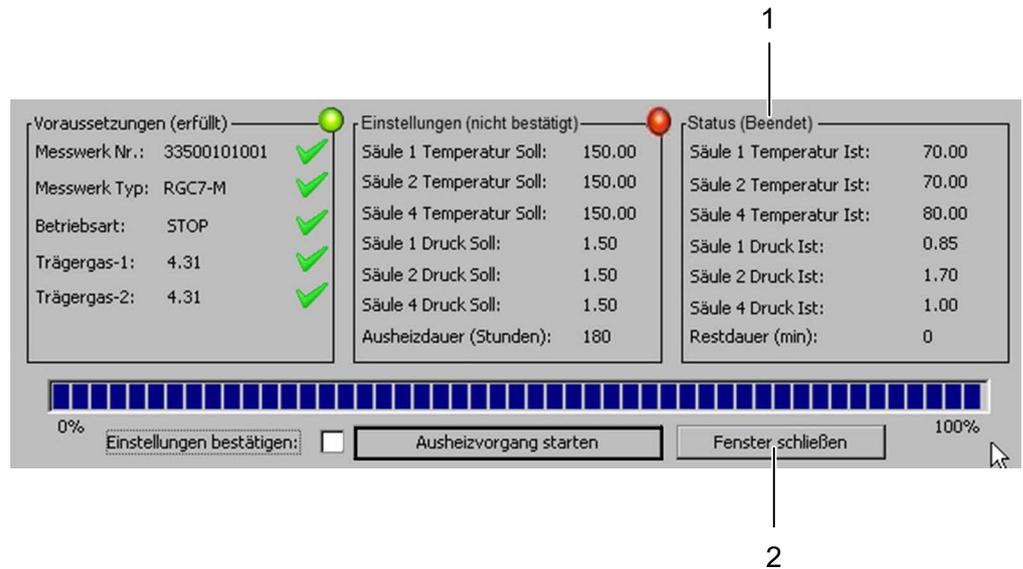

Abb. 42: Menü Ausheizen – Abkühlprozess beendet
- ▶ Nachdem das Abkühlen beendet ist (vgl. Abb. 42, Pos. 1), kann das Menü durch Betätigen der Schaltfläche Fenster schließen (Abb. 42, Pos. 2) verlassen werden. Dabei ist es unabhängig, ob der Ausheizvorgang frühzeitig abgebrochen oder vollständig durchgeführt wurde.